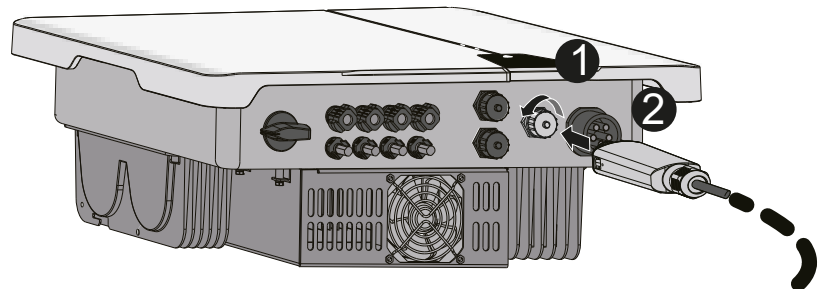

Abb. 32. Kommunikationseinheit anschließen
6. Achten Sie darauf, dass die Kommunikationseinheit fest angeschlossen ist. Das Etikett auf dem Modul muss sichtbar sein (siehe Abb. 32).